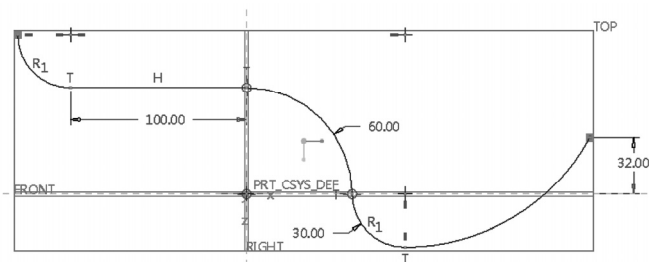

图 3-89 草绘基准曲线
- (1) Creo Parametric 基准特征主要包括哪些特征?
- (2) 如何选择基准平面? 如何选择基准轴?
- (3) 基准点主要分为哪几类? 这几类基准点的典型特点各是什么?
- (4) 如何草绘基准曲线? 可以在 TOP 基准平面中绘制图 3-89 所示的曲线为例进行说明。